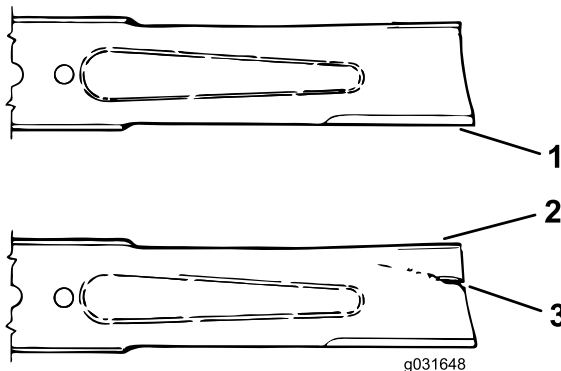

Figura 75
3. Examine cuidadosamente as extremidades da lâmina, prestando especial atenção à zona onde se encontram as partes curvas e planas da lâmina (Figura 75).